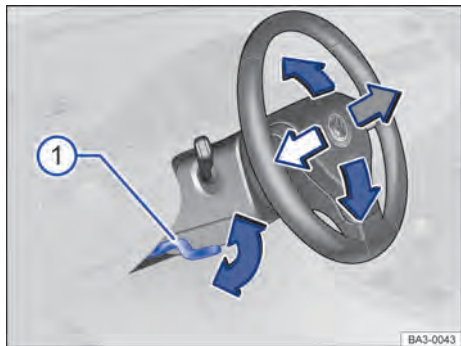

Fig. 62 Embaixo e a esquerda do volante junto com o revestimento da coluna de direção: alavanca de ajuste da posição do volante.
- Empurrar a alavanca para baixo segurando-a pelo seu manipulador → Fig. 62 ①.